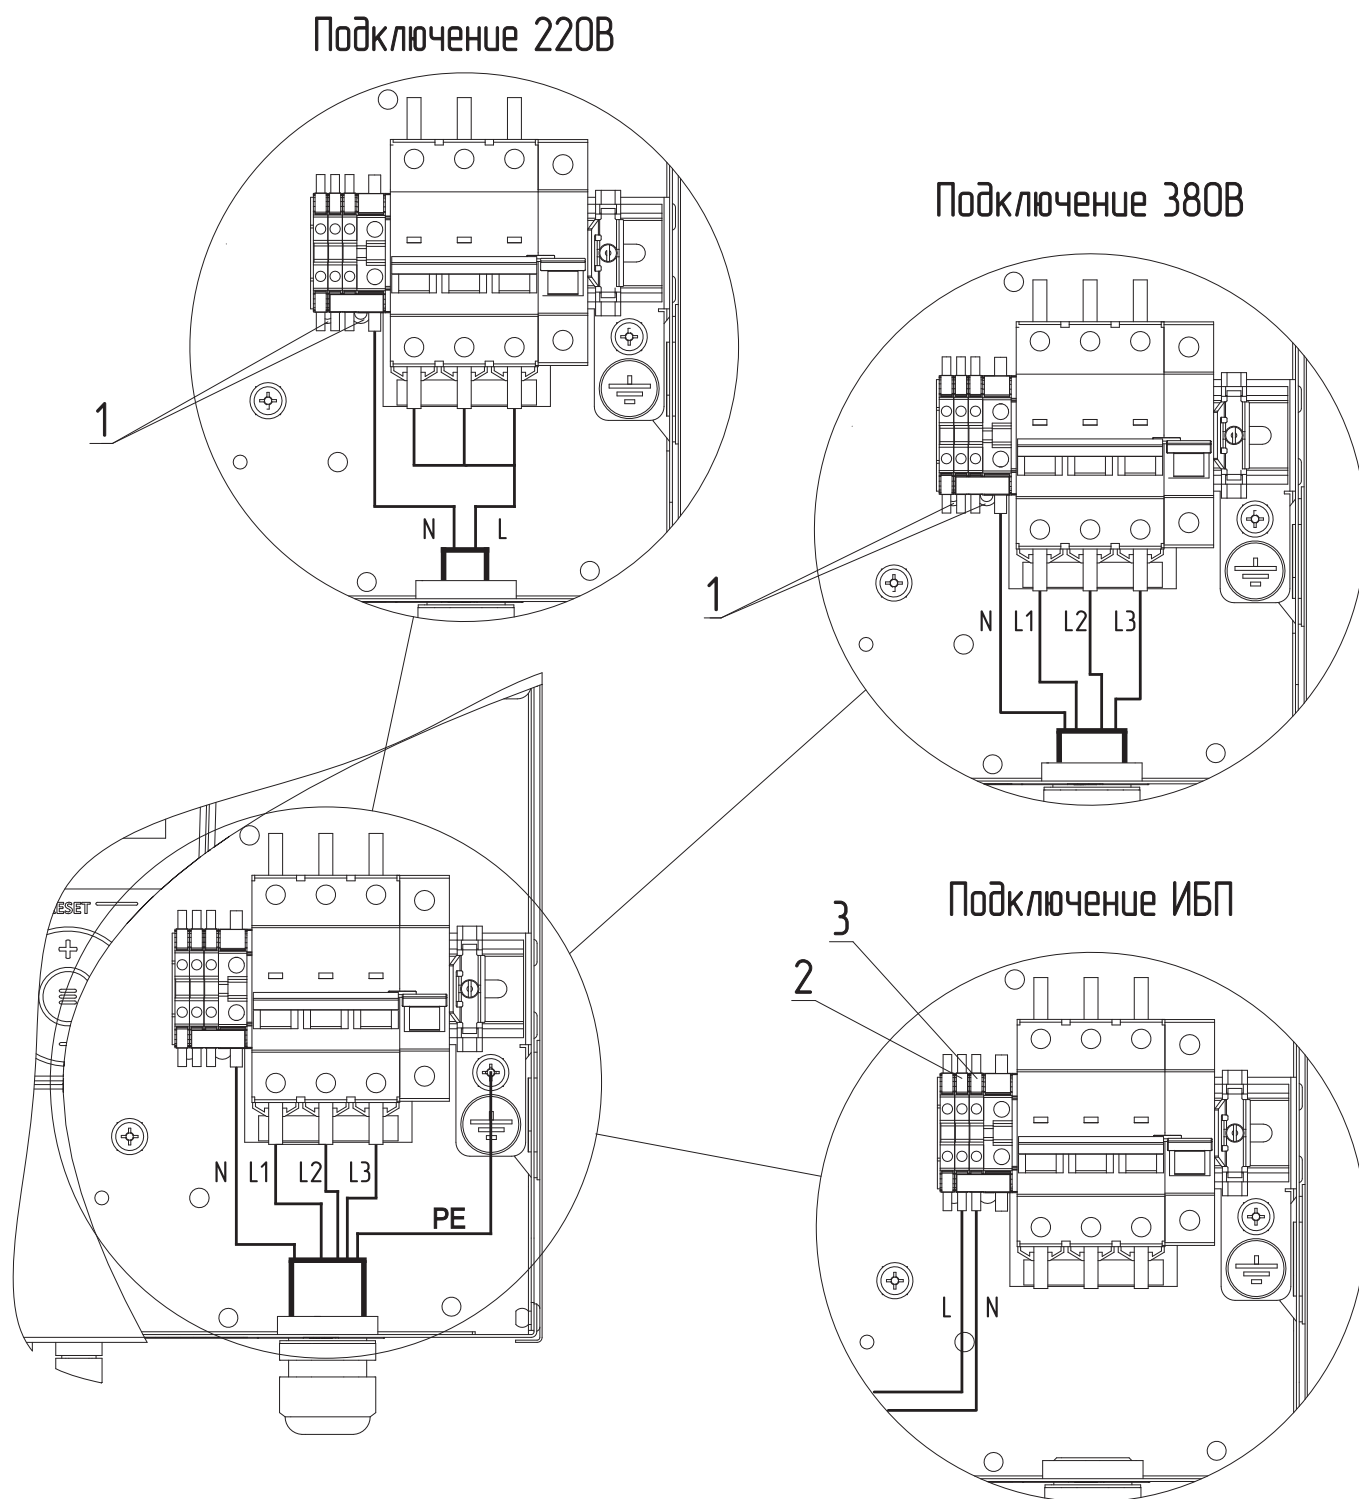

Рис.2 Схема подключения электродкотла VDL Prime
- извлечь перемычки (**Рис.2, поз.1**);
- подключить провода фазы «L» к колодке (**Рис.2, поз.2**);
- подключить провода нейтрали «N» к колодке (**Рис.2, поз.3**).